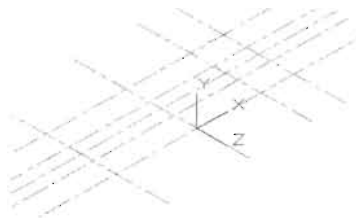

图 14-121
(7) 在命令提示行输入 Ucs 命令并回车，将坐标系沿 x 轴旋转 90°，如图 14-121 所示，命令执行过程如下。